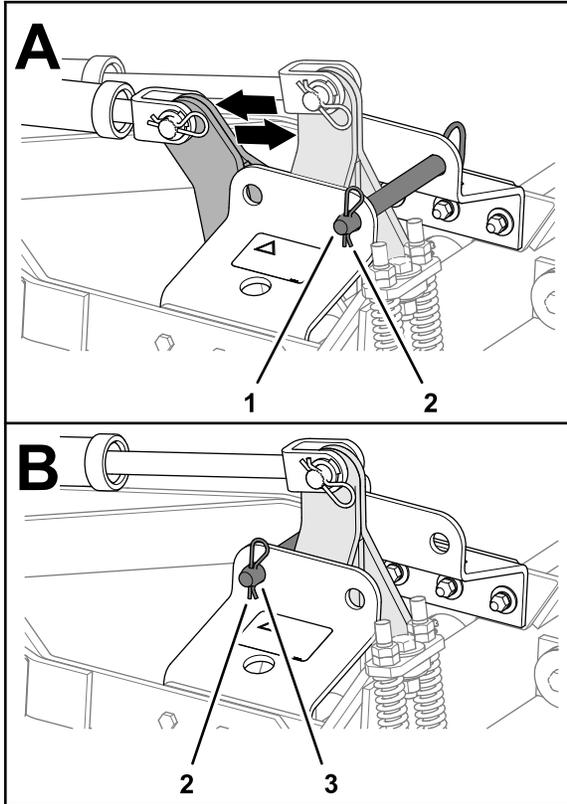

Figura 22
- Retire o perno de gancho e mova o pino de bloqueio para os orifícios traseiros (posição de arejamento/guardar) no suporte da barra de bloqueio e prenda o pino de bloqueio ao suporte com o perno de gancho (Figura 22).
- Retire o perno de gancho e mova o pino de bloqueio para os orifícios dianteiros (posição de transporte) no suporte da barra de bloqueio e prenda o pino de bloqueio ao suporte com o perno de gancho (Figura 22).